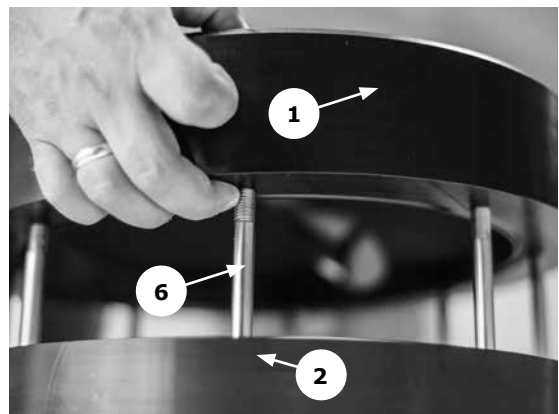

Abbildung 7
Drücken Sie die Montagestifte durch die Bohrungen des Luftabschnitts (2) und des Flüssigkeitsgehäuses (1) (siehe Abbildung 7).